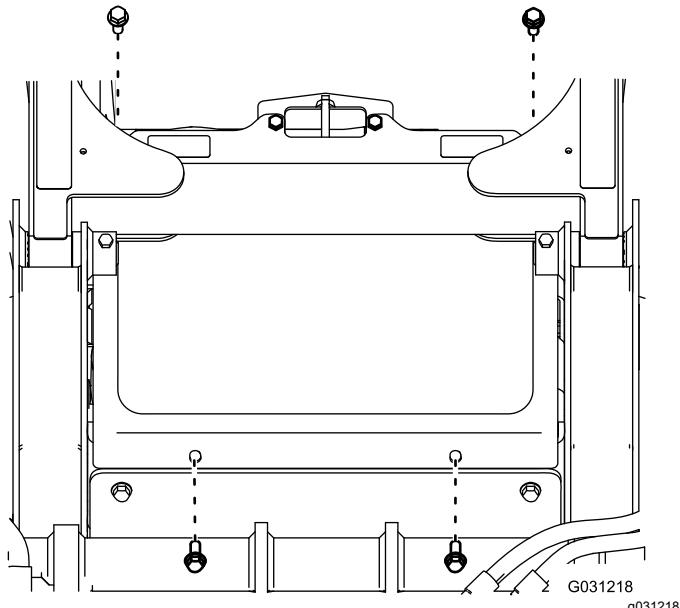

Рисунок 4
- Выверните 4 болта из верхней решетки и сохраните их (Рисунок 4).
5. Установите переднюю решетку из комплекта с помощью ранее снятых болтов, как показано на Рисунок 4.